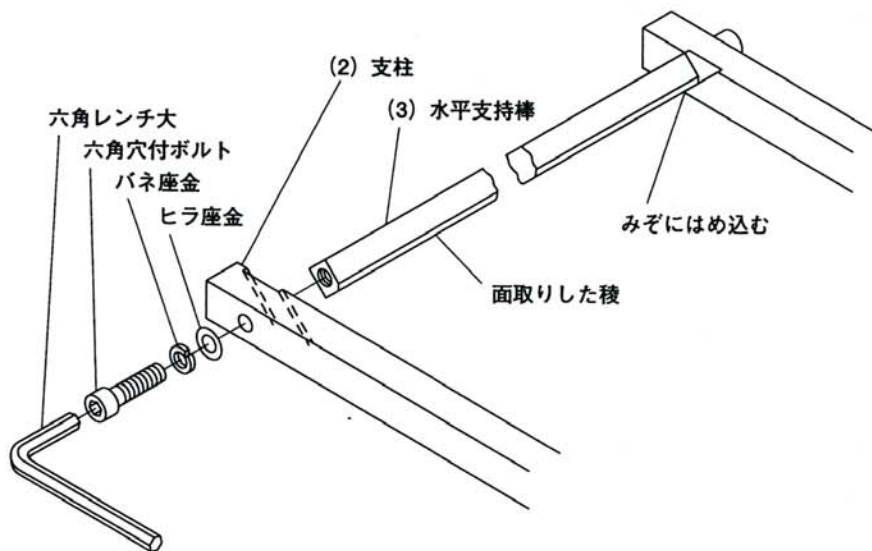

図3. 組立の1
4.1 (図3.参照) ・ (2) 支柱と (3) 水平支持棒を (14) 六角レンチ大を使って組立てます。水平支持棒の面取りした稜を図で示した方向 (立てたときに下側になるよう) にします。